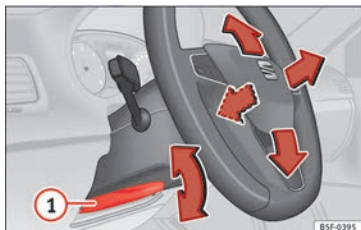

Fig. 19 Leva nella parte inferiore del lato sinistro del piantone dello sterzo.
• Regolazione della posizione del volante: tirare la leva ☞ **fig. 19** ① verso il basso, muovere il volante verso la posizione desiderata e risollevare la leva fino al punto di chiusura.